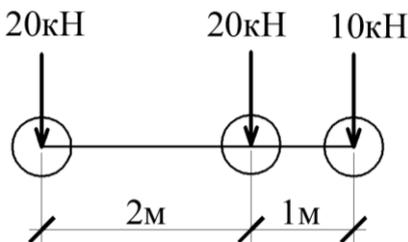

Рис. 2.1 Система связанных грузов
5. Для системы связанных грузов, показанных на рис. 2.1, по линиям влияния определить максимальные и минимальные (в алгебраическом смысле) значения усилий R_A , M_k , Q_k , вызываемых этой системой грузов.